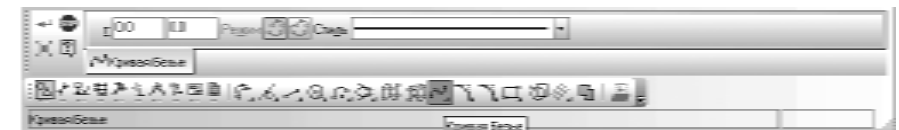

Рис. 8.129. **Панель свойств: Кривая Безье. Компактная панель**
**Панель свойств: Кривая Безье, Компактная панель**, с нажатой кнопкой  **Кривая Безье**, и строка сообщений показаны на рис. 8.129.